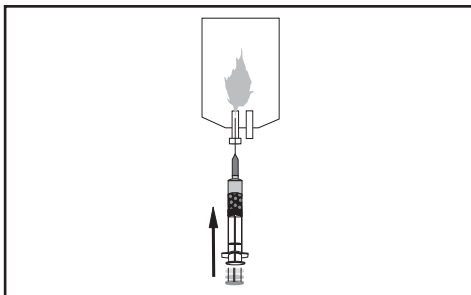

Figure 1.
- 1.4 Tout en gardant la seringue bien droite et en s'assurant de ne pas perturber les microsphères déposées, fixer une aiguille à filtre stérile à la seringue. Avec l'aiguille à filtre orientée vers le haut, expulser la solution de transport (figure 1). S'assurer qu'il reste assez de solution de transport à l'intérieur de la seringue pour couvrir les microsphères.